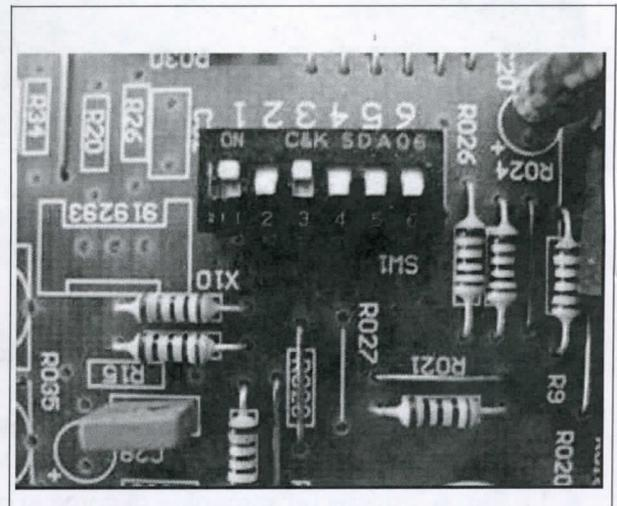

Fig. 8 - Pic. 8
7. Configurare la scheda, in funzione del modello di generatore e del combustibile impiegato, agendo sui dip switch di Fig. 8 e seguendo le indicazioni riportate in **Tab. 1**.